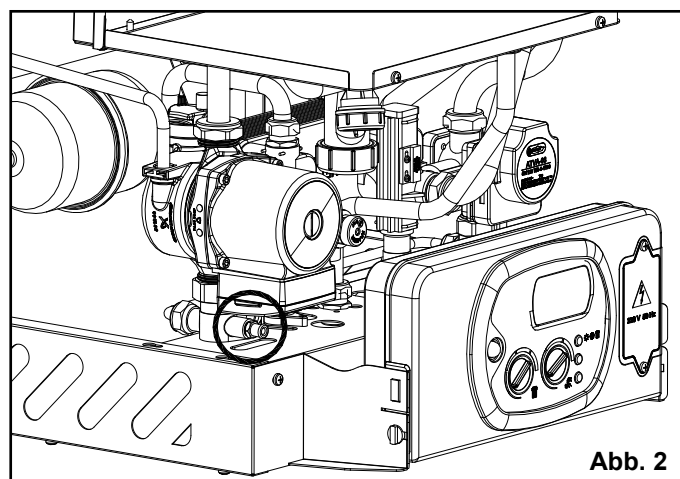

Abb. 2
- Das Gas-Gerät wird entleert. (Abb. 2)